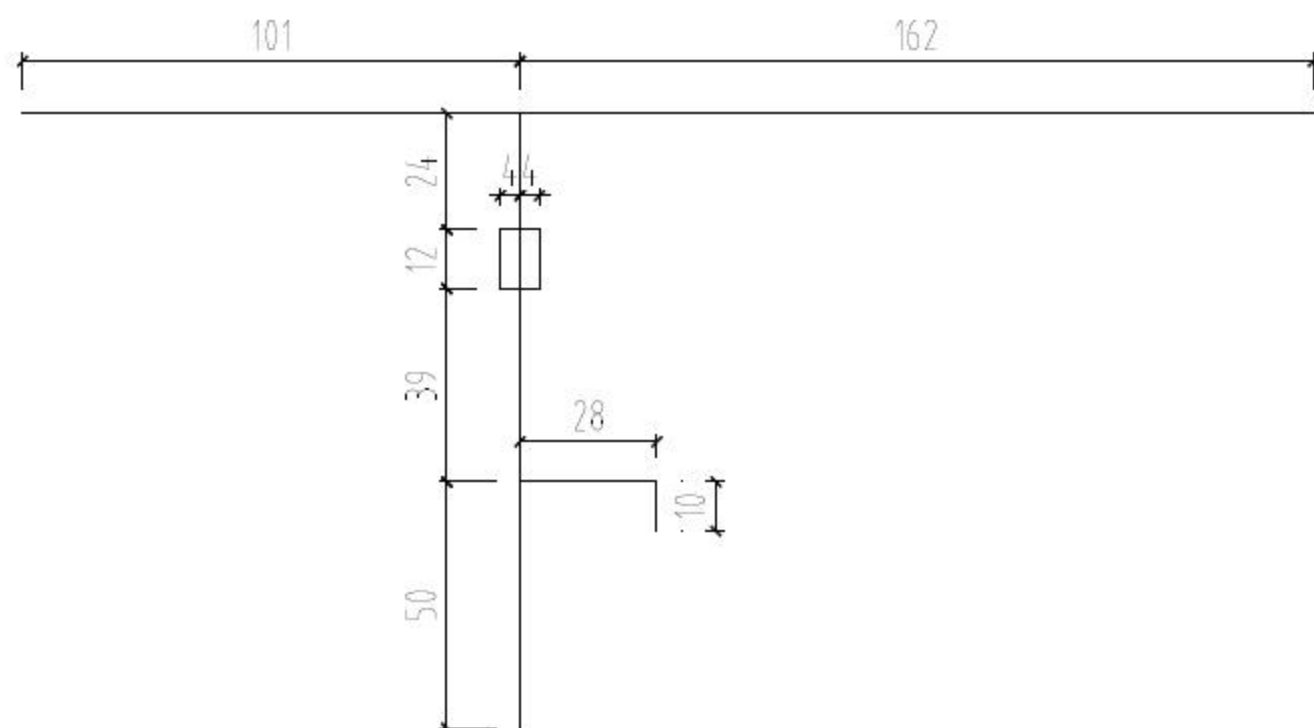

图11-38 绘制线路
**01** 调用L【直线】命令，绘制如图11-38所示的电气线路。